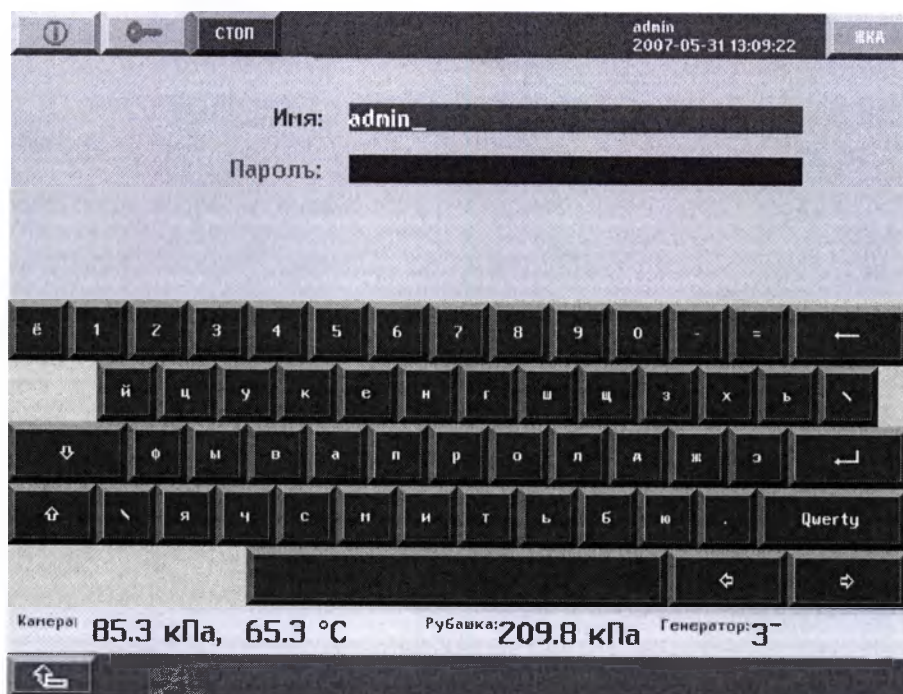

Рисунок 33 Ввод имени
- Задайте имя: (если это в данном режиме требуется) рисунок 33;